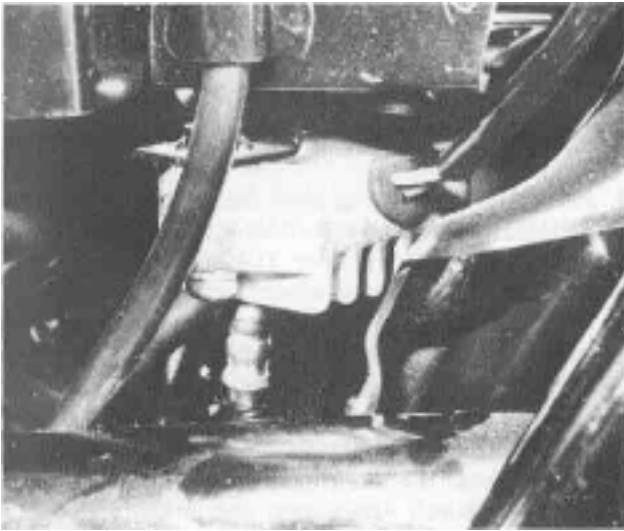

Bild 332
- Der Gleichrichter ist im Raum unter der Sitzbank, unterhalb der Batterie angeordnet (Bild 332), wo er gut geschützt untergebracht ist. Zugänglichkeit ist hier nicht sehr wichtig, weil er über die normale Betriebsdauer des Motorrads kaum einmal Sorgen bereiten wird. Bei einem Defekt lässt er sich, da nicht reparierbar, nur als Ganzes ersetzen.